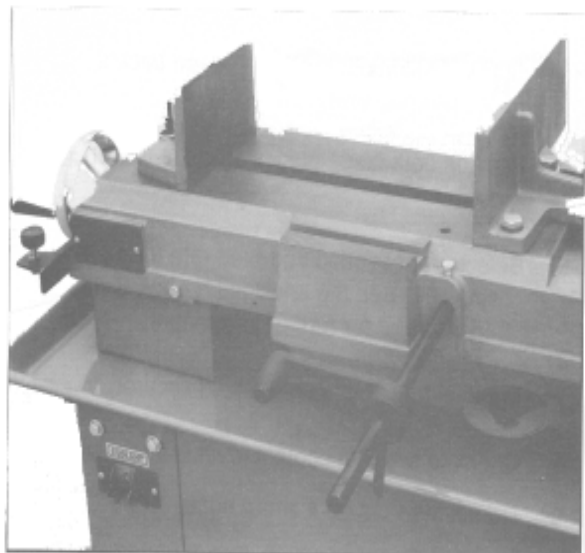

Fig. 7
1. Die Schrauben der Spannbacken (C, Fig. 7) entfernen.